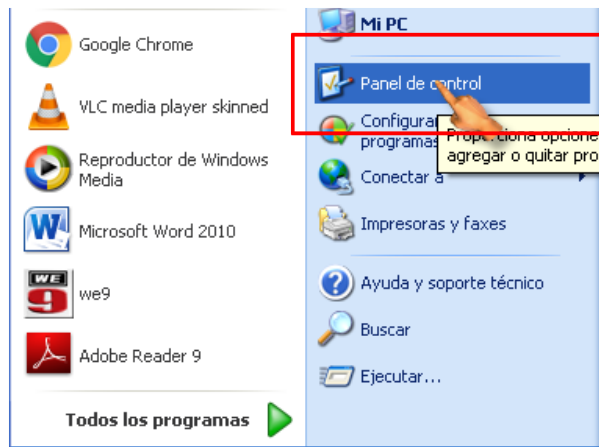

Figura 19 Ruta panel de control
- Diríjase al menú inicio y haga clic en panel de control, ver Figura 19.